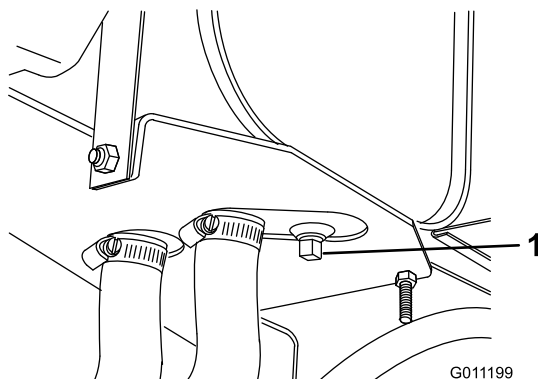

Figura 50
1. Retire el tapón de vaciado del depósito (Figura 50) y deje fluir el aceite hidráulico a un recipiente apropiado. Vuelva a colocar el tapón y apriételo cuando el aceite hidráulico se haya drenado.